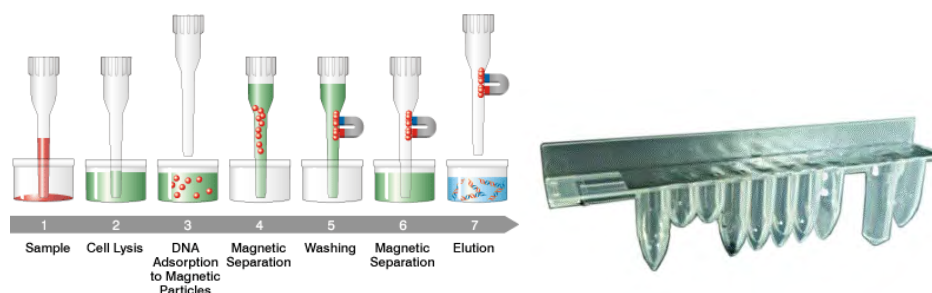

Figura 1-5: Principio di estrazione di acidi nucleici e cassetta di estrazione ELITE InGenius SP 200
- Il kit di reagenti è stato ottimizzato per l'isolamento di acidi nucleici da campioni di 200 µl (Figura 1-5: Casseta di estrazione ELITE InGenius – SP200 e principio di estrazione).